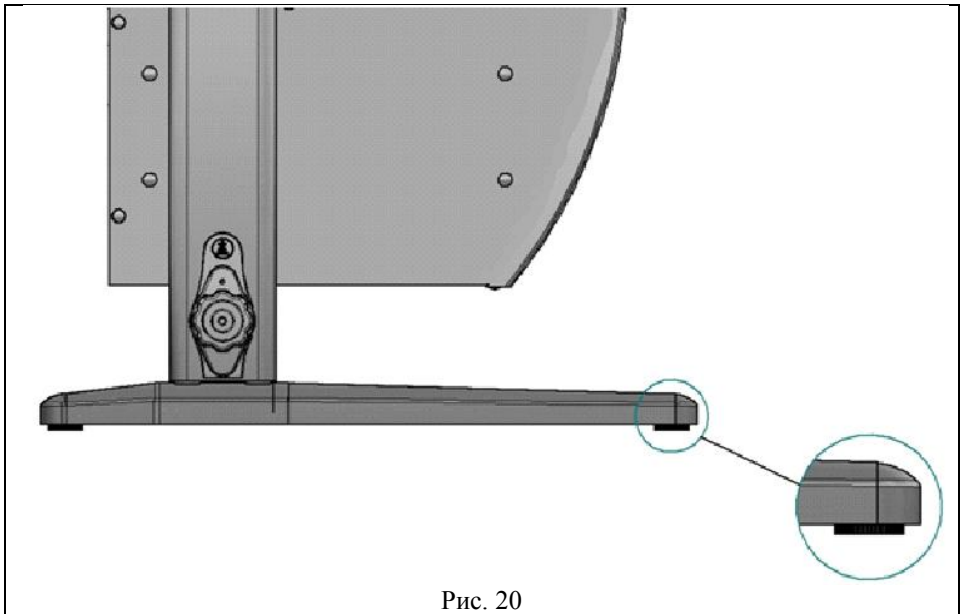

Рис. 20
6.1. Стол следует устанавливать на ровную горизонтальную поверхность, обеспечивая опору всех ножек, при необходимости отрегулировать стол ножками (см. рис. 20) для обеспечения горизонтального положения столешницы.